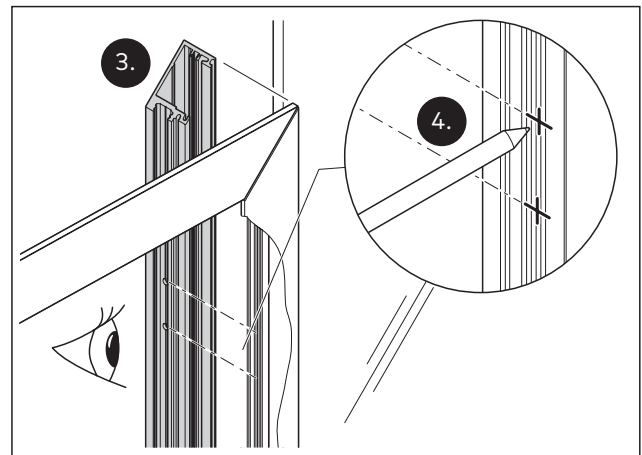

Abb. 30 Die Position der Zargen-Klemmstücke aus Sicht der Bandgegenseite bestimmen
- Die Deckprofile für die Zarge auf der Bandseite an das Grundprofil für die Zarge halten (Abb. 30).